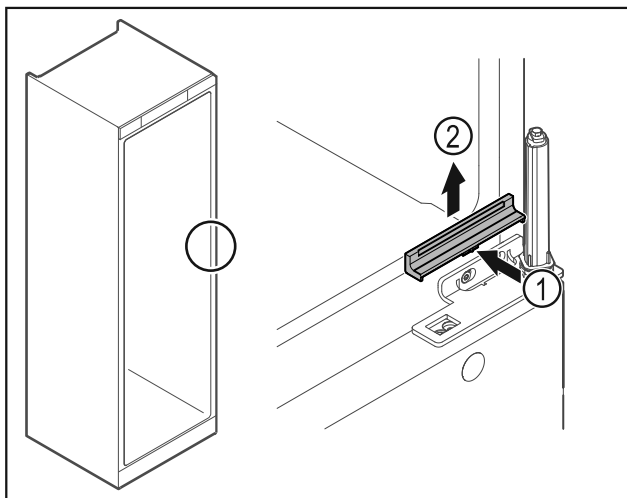

Fig. 25
- ▶ Ostonę Fig. 25 (1) należy lekko docisnąć po środku i wyciągnąć do góry Fig. 25 (2).